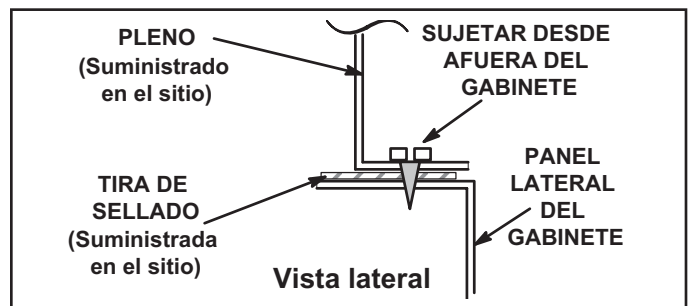

Figura 17
- 1 - El borde inferior del pleno debe bridarse con un borde dobladillado (ver la Figura 17 o 18).